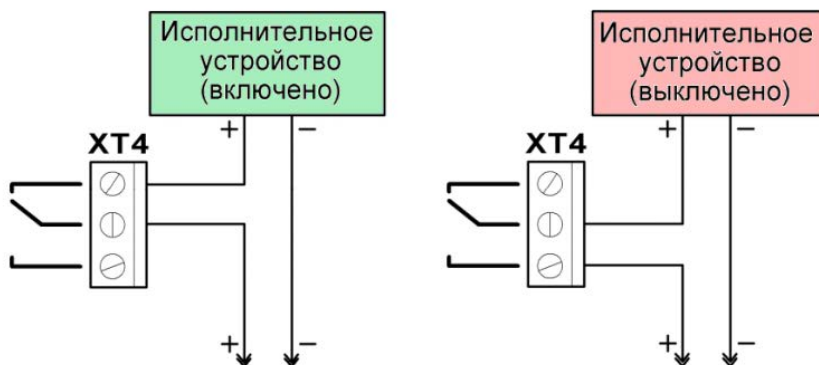

Рисунок 25. Примеры подключения исполнительных устройств к радиореле
*Будьте внимательны при подключении исполнительных устройств к выходам реле. В зависимости от выбранной схемы подключения, устройство будет либо выключено, либо включено при исходном состоянии выхода реле (см. рис. 25).*